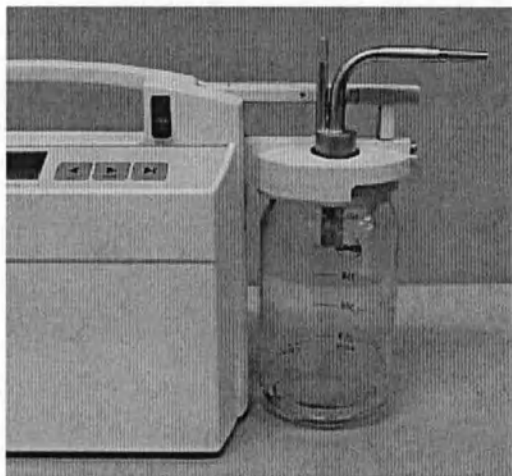

Рис. 5. Навешивание ёмкости 1,5 литра
- Навесьте ёмкость 1,5 л в соответствии с рис. 5 на левый или правый держатель.